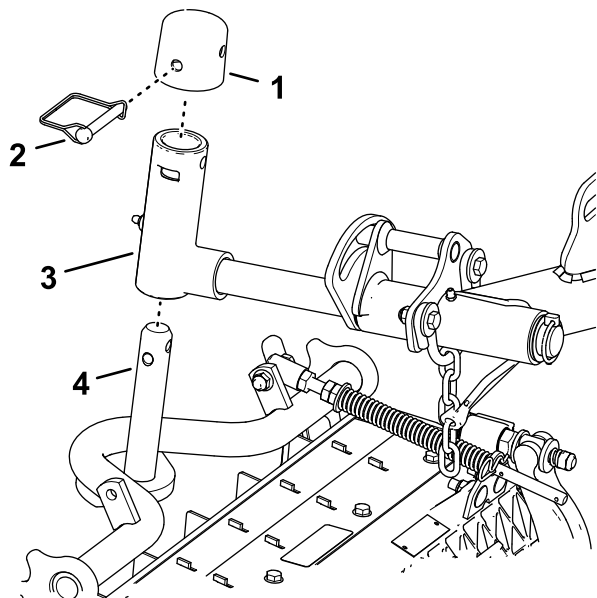

Figura 25
- Deslice una unidad de corte debajo del brazo de elevación (Figura 25).
– Bloquee los pivotes de las unidades de corte para evitar que las unidades de corte giren cuesta abajo al segar de través en una pendiente. Utilice el orificio del brazo giratorio (Figura 25) para bloquear la unidad de corte. Utilice la ranura si la unidad de corte es dirigible.